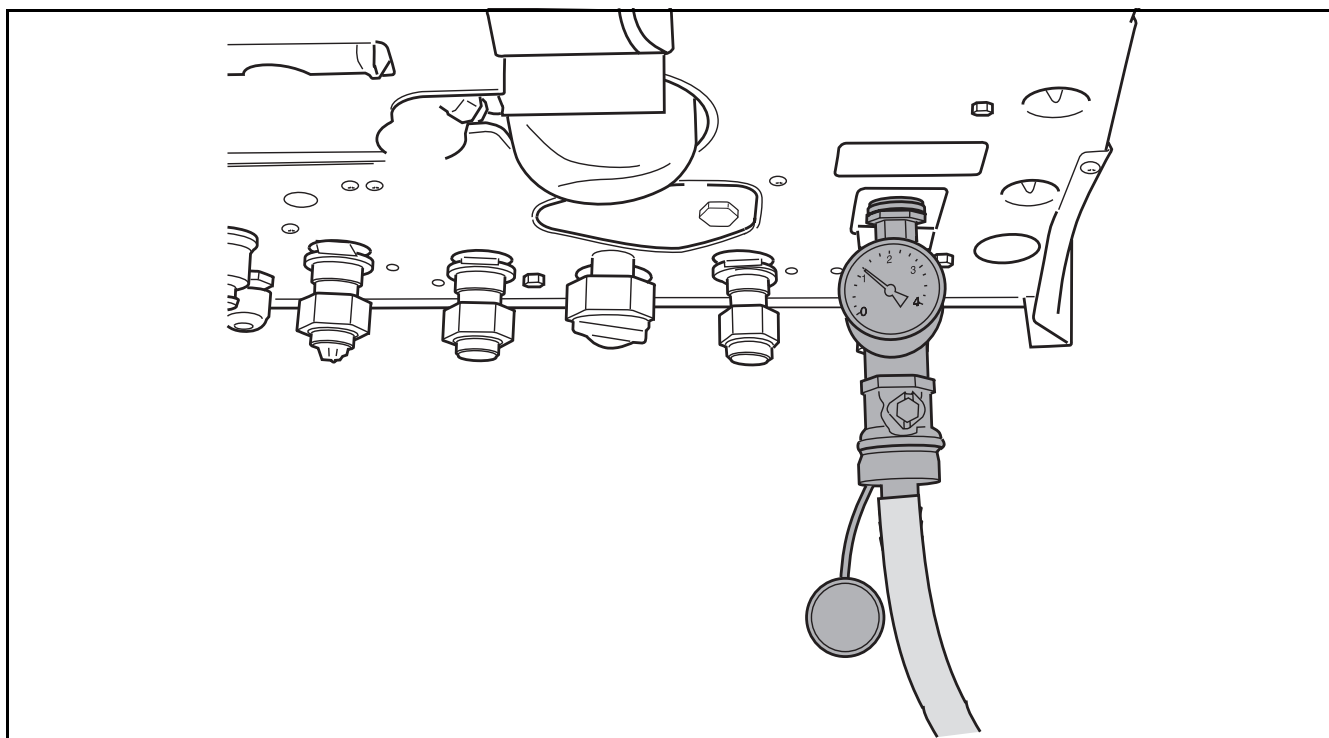

Рис. 1 Наполнить отопительную установку
- Подключить шланг к наполняющему крану прибора (рис. 1).